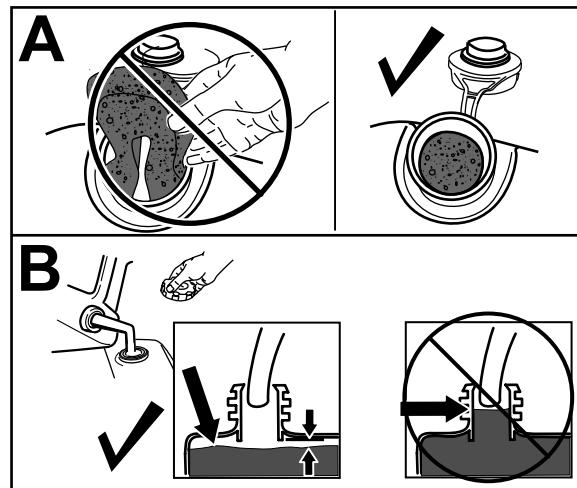

Figure 10
1. Nettoyez la surface autour du bouchon du réservoir de carburant et enlevez le bouchon (A de Figure 10).
**Important:** Cette machine est équipée d'un réservoir de carburant de qualité supérieure, qui utilise un insert en mousse afin d'éviter l'agitation du carburant. Ne retirez jamais l'élément en mousse car il permet au moteur d'utiliser l'intégralité du carburant dans le réservoir (B de Figure 10).